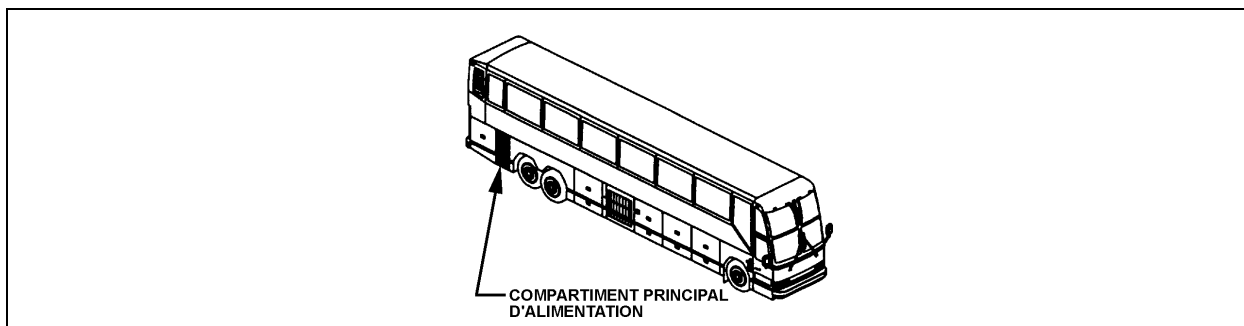

FIGURE 1 : COMPARTIMENT PRINCIPAL D'ALIMENTATION
1. Ouvrir la porte du compartiment principal d'alimentation (voir fig. 1).